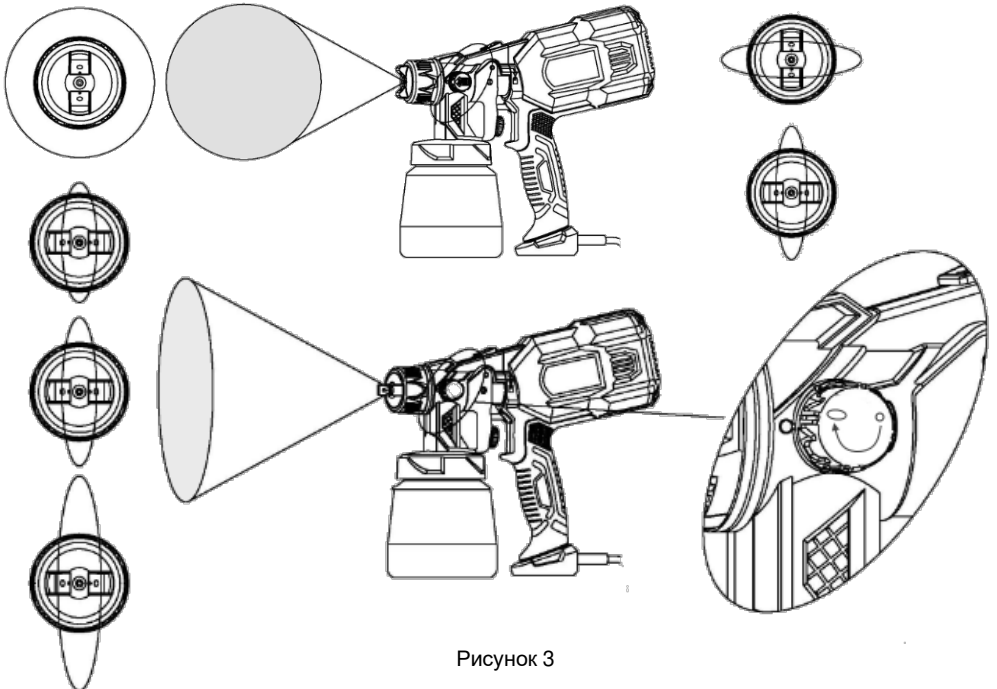

Рисунок 3
4.7 Регулятором орієнтації факелу (2) оберіть необхідне положення (вертикальне або горизонтальне, дивіться рисунок 3).